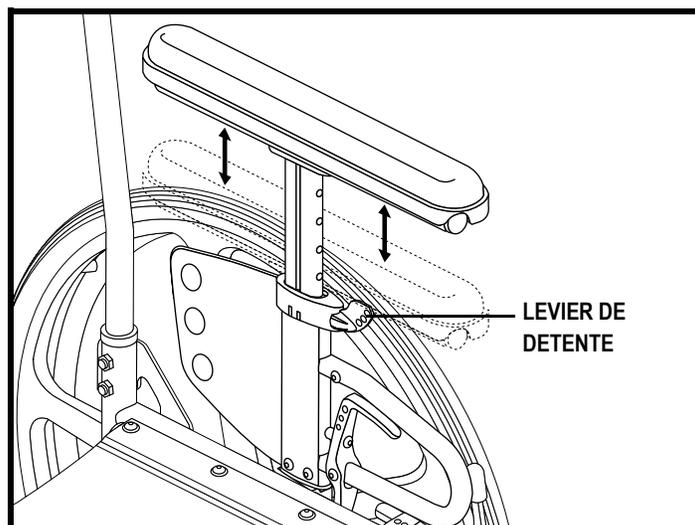

Figure 32. Réglage hauteur des accoudoirs
1. Tirez sur le levier de détente situé sur l'accoudoir. **Voir la figure 32.**